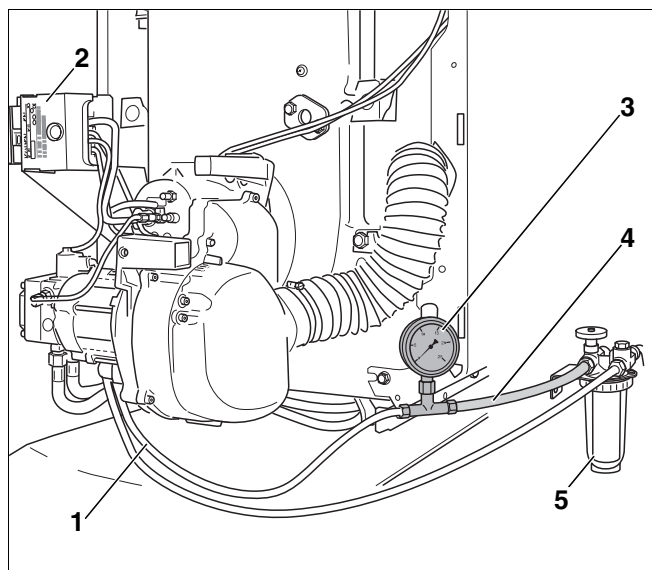

Рис. 11 Топливный фильтр, вакуумметр и прозрачный шланг
- Установить вакуумметр (рис. 11, поз. 3) с прозрачным шлангом (рис. 11, поз. 4; дополнительная комплектация), как показано на рисунке 11, между топливным фильтром (рис. 11, поз. 5) и всасывающим топливопроводом (рис. 11, поз. 1).
- Снять автомат горения дизельного топлива (рис. 11, поз. 2) с цоколя.
- Контролируйте отсутствие пузырьков воздуха во всасываемом топливе и его давление по прозрачному шлангу (рис. 11, поз. 4) или по вакуумметру (рис. 11, поз. 3).
- Перекрыть запорный кран на топливном фильтре (рис. 11, поз. 5, стр. 16) и снять прозрачный шланг (рис. 11, поз. 4, стр. 16) с вакуумметром (рис. 11, поз. 3, стр. 16).
- Присоединить всасывающий трубопровод (рис. 11, поз. 1, стр. 16) к штуцеру на топливном фильтре (рис. 11, поз. 5, стр. 16).
- Открыть запорный кран на топливном фильтре (рис. 11, поз. 5, стр. 16).